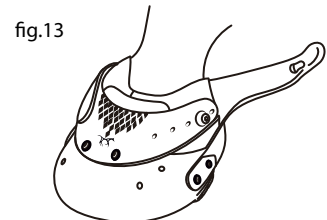

fig.13
3. Abrocha el calcetín con el velcro como se muestra en la Fig. 13
3. Fasten the sock with the velcro as shown in Fig 13